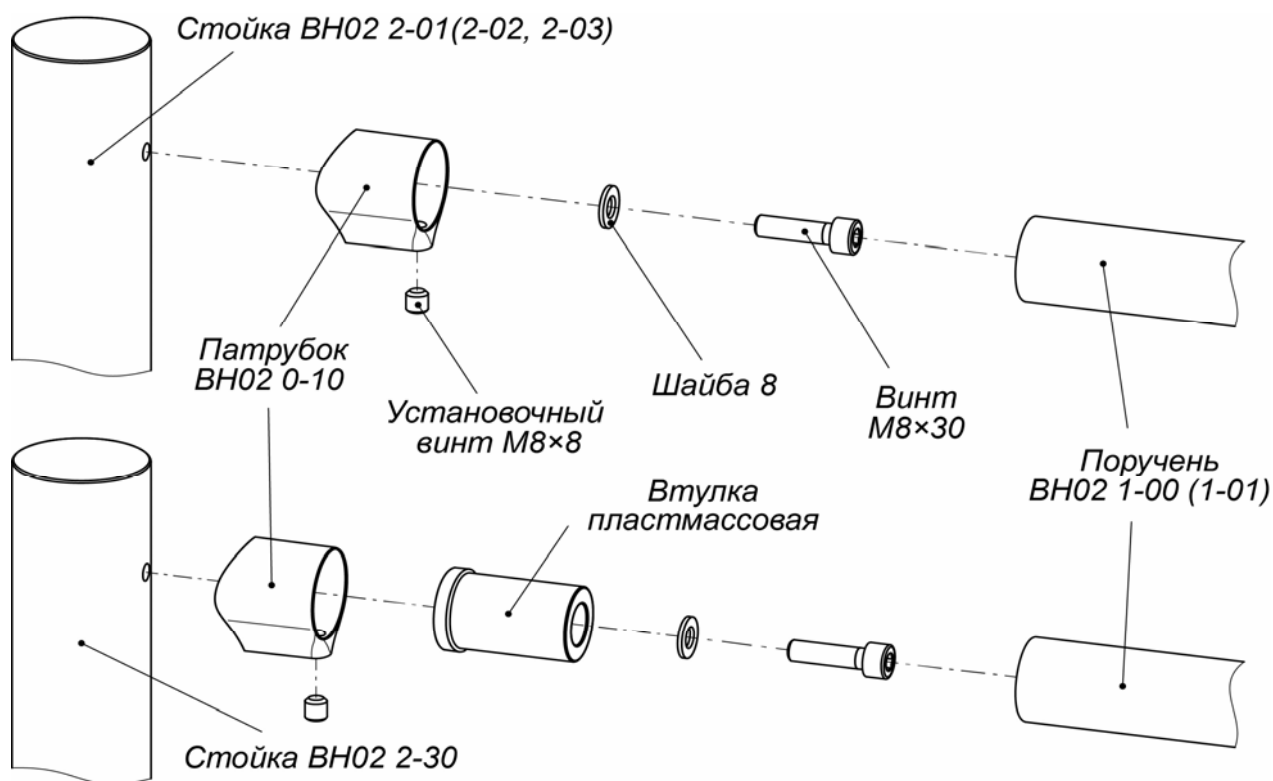

Рисунок 9. Схема крепления поручней к стойкам ограждения с использованием прямого патрубка ВН02 0-10
2. На стойках секции закрепите винтами М8×30 патрубки **BH02 0-10(11)** для крепления поручней (см. рис. 9, 10). Винты входят в комплект поставки патрубков.
2. На обеих стойках секции **BH02 2-30** соберите патрубки **BH02 0-10** для крепления поручней, предварительно вставив в них втулки пластмассовые из комплекта поставки стоек (см. рис. 9), и закрепите их на стойках винтами $M8 \times 30$ из комплекта поставки патрубков. Поручни в патрубки устанавливаются позже.